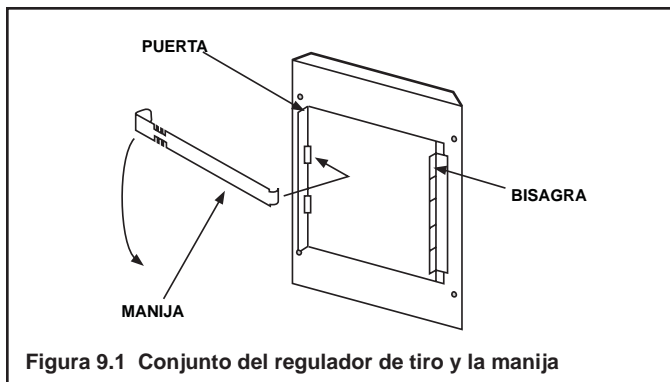

Figura 9.1 Conjunto del regulador de tiro y la manija
- Ubique la bisagra hacia la parte posterior de la chimenea (consulte la Figura 9.1).